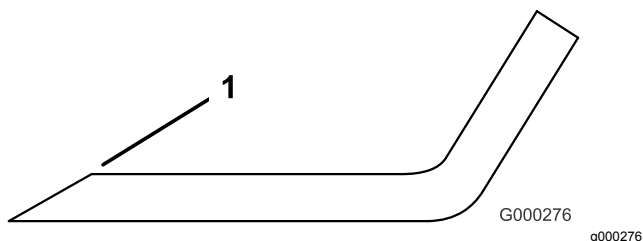

Figura 111
- Utilize uma lima para afiar aresta de corte em ambas as extremidades da lâmina (Figura 111).
Nota: Se lâmina não estiver equilibrada, lime algum metal da extremidade da aba apenas (Figura 111).